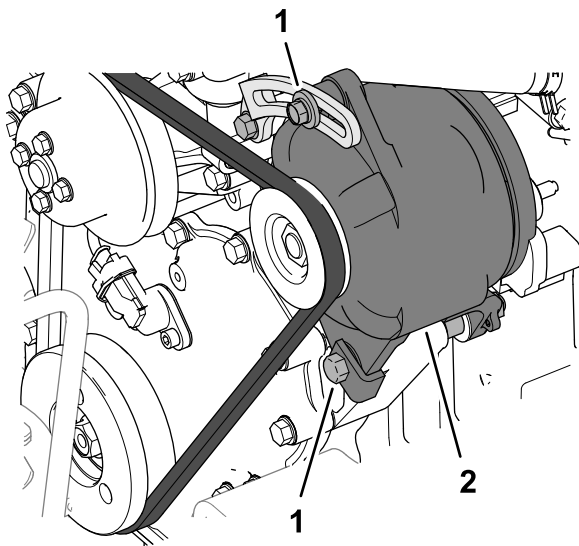

Figura 161
Verificai starea i tensiunea curelei (Figura 161) după fiecare 100 de ore de funcționare.
5. Dacă deformarea este mai mare sau mai mică de 10 mm, slăbii uruburile de montare a alternatorului (Figura 161).